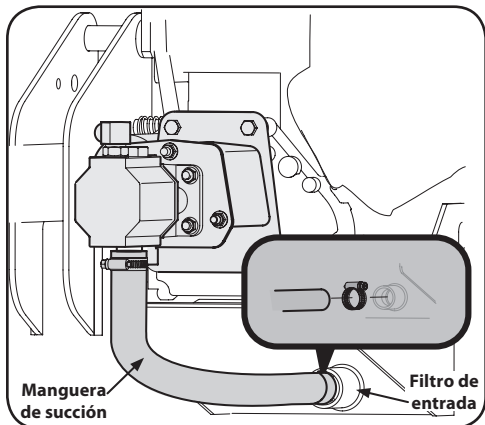
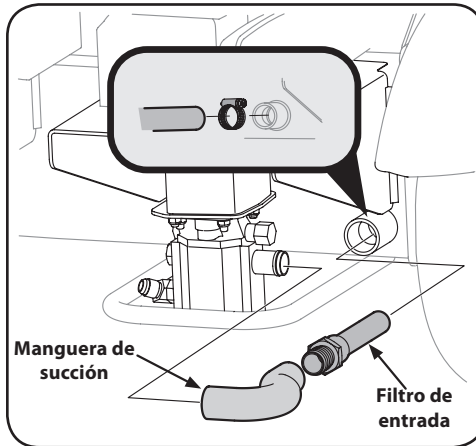

Figura 5-1
Figura 5-2
2. Si el motor tiene un motor horizontal de configuración se muestra en la Figura 5-1, consulte la Figura 5-1 para cambiar el aceite hidráulico. Si su motor tiene un eje vertical de configuración se muestra en la Figura 5-2, consulte la Figura 5-2 para cambiar el aceite hidráulico.
3. Desconectar la manguera de aspiración desde la parte inferior del tanque de depósito. Vea la Figura 5-1 para los motores horizontales o Figura 5-2 para los motores verticales.